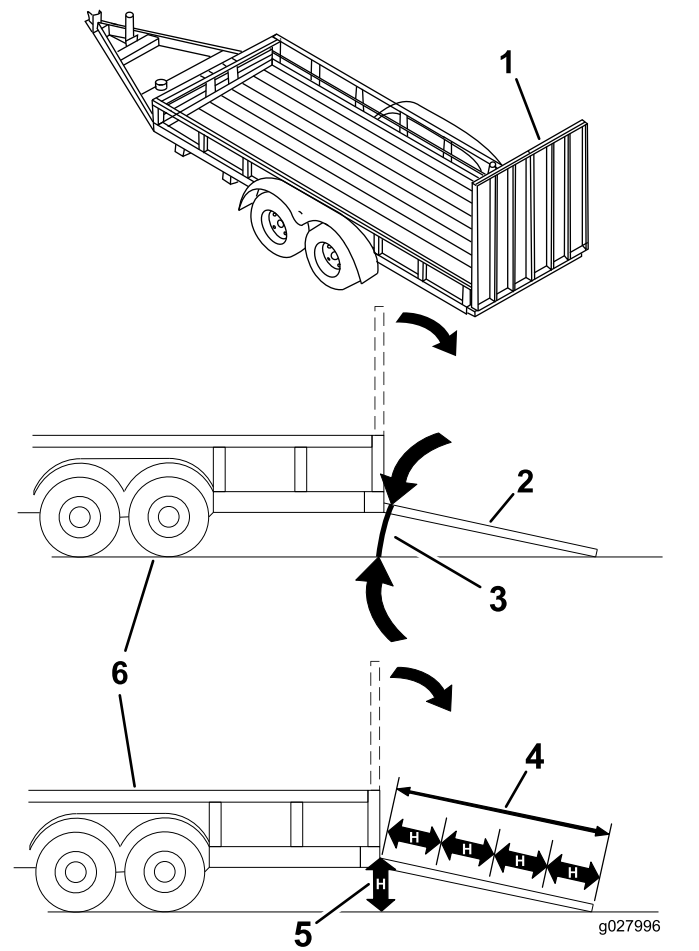

Figure 38
Le chargement de la machine sur une remorque ou un camion augmente le risque de basculement, et donc de blessures graves ou mortelles (Figure 38).
3. Abaissez la rampe pour que l'angle avec le sol ne dépasse pas 15 degrés (Figure 38).